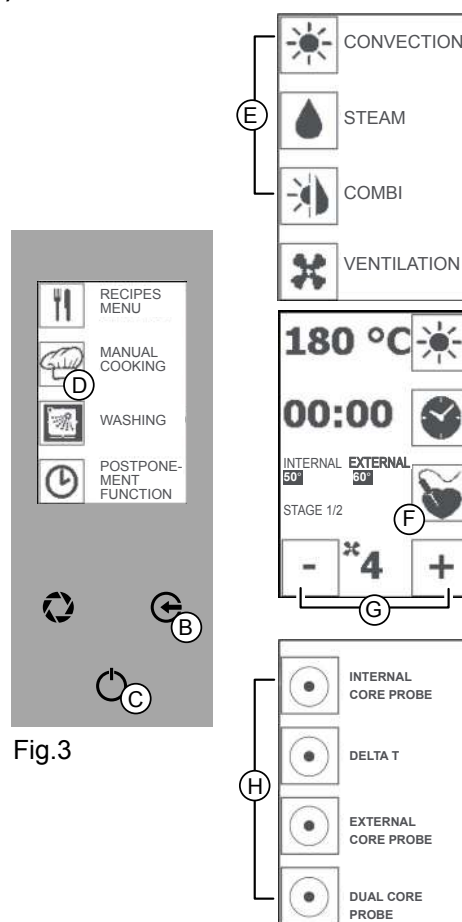

Fig.3
Prima a tecla “GO!” (Fig 3/A) para entrar no menu principal.
Prima o ícone “COZEDURA MANUAL” (Fig 3/D) e selecione uma modalidade de cozedura (Fig.3/E).
5. Prima o ícone “SENSOR DE NÚCLEO” (Fig 3/F) e o ícone “DUPLO SENSOR DE NÚCLEO” (Fig 3/H). Prima o ícone “SENSOR DE NÚCLEO” (Fig 3/F) e, com os ícones “MENOS” e “MAIS” (Fig 3/G), defina a temperatura do sensor de núcleo interno.
6. Prima o ícone “SENSOR DE NÚCLEO” (Fig 3/F) e, com os ícones “MENOS” e “MAIS” (Fig 3/G), defina a temperatura do sensor de núcleo externo. Prima o ícone “SENSOR DE NÚCLEO” (Fig 3/F) para confirmar.
Pressionar a tecla “ENTER” (Fig 3/C) para ativar o cozimento.
Prima a tecla “ENTER” (Fig 3/C) e prima várias vezes a tecla “ESC” (Fig 3/B) para voltar para a página inicial.
Prima várias vezes a tecla “ESC” (Fig 3/B) para voltar para a página inicial.